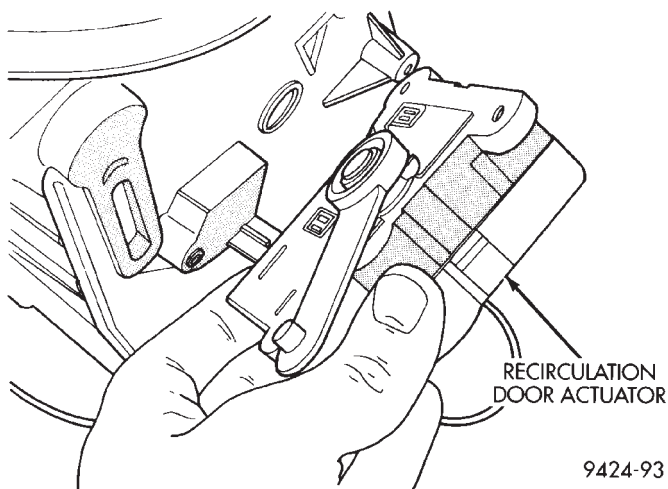

Fig. 97 Recirculation Door Actuator
(25) Install recirculation door actuator and wiring (Fig. 97).